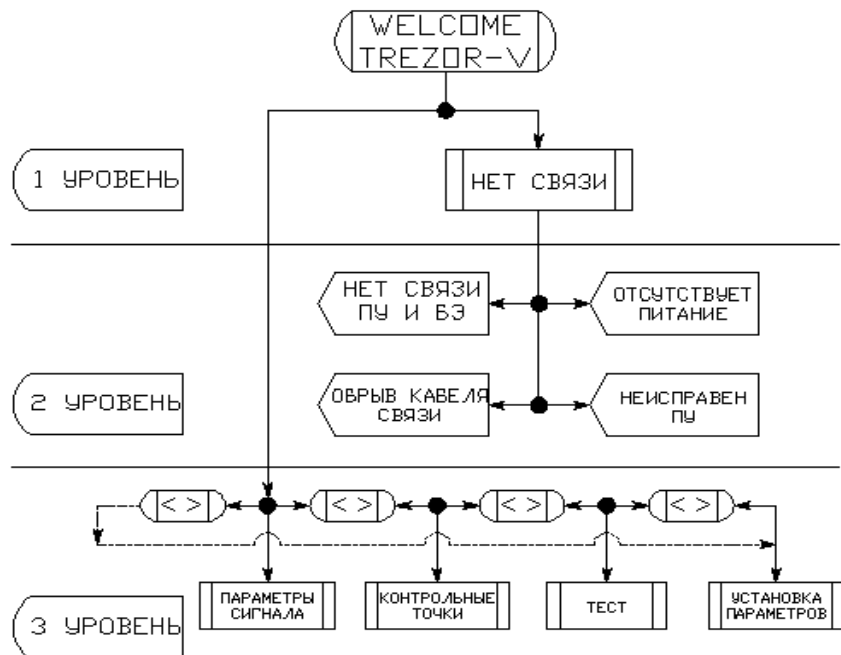
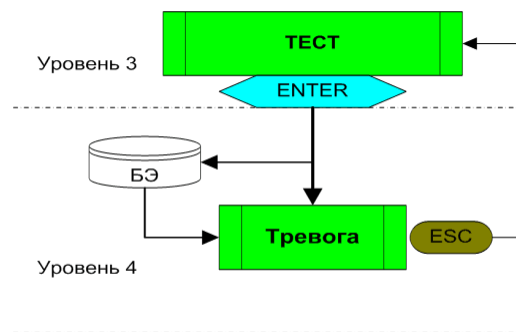

Рисунок 3.1 Структурная схема верхних уровней системного меню ПУ
Рисунок 3.4 Структурная схема раздела «ТЕСТ» системного меню ПУ
- 3.2.2.2 На экране ЖК-индикатора ПУ появляются иконки многоуровневого системного меню, при помощи которого осуществляется управление параметрами БЭ. Структурная схема верхних (1...3) уровней системного меню ПУ приведена на рис. 3.1.
3 уровень: На этом, основном уровне системного меню пользователь остается, двигаясь от раздела к разделу меню (по кругу) с помощью клавиши «→» (слева направо, рис. 3.1), или с помощью клавиши «←» (справа налево, рис. 3.1). Переход с 3-го на нижний 4-й уровень (в разделе) осуществляется нажатием клавиши «ENTER».
На рис. 3.4 изображена структурная схема раздела «ТЕСТ».
3.2.3.1 После того, как произведен первичный контроль работоспособности изделия согласно п. 3.2.1., необходима более тщательная его проверка с помощью ПУ перед процедурой настройки. Для этого необходимо подсоединить ПУ к БЭ и выйти на основной 3-й уровень системного меню (рис. 3.1). С помощью клавиши «→» осуществить переход в раздел **«ТЕСТ»** (рис. 3.4), нажать клавишу «ENTER» и убедиться в свечении (1...5 с) красного светодиода «Тревога» на плате БЭ, а также появлении надписи **«Тревога»** на ЖК-индикаторе.